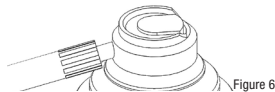

Figure 6
3. BRiO 450 / BRiO 450L / BRiO 450KL Fixez l'adaptateur de pulvérisation sur la buse universelle du lubrifiant approuvé (figure 6).